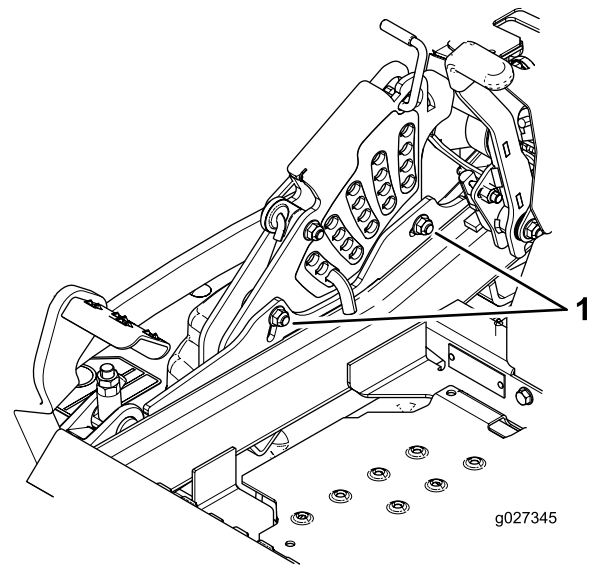

Figura 96
12. Per agire sull'impianto di regolazione da un punto unico, allentate i 2 bulloni alla base della piastra dell'altezza di taglio (Figura 96).